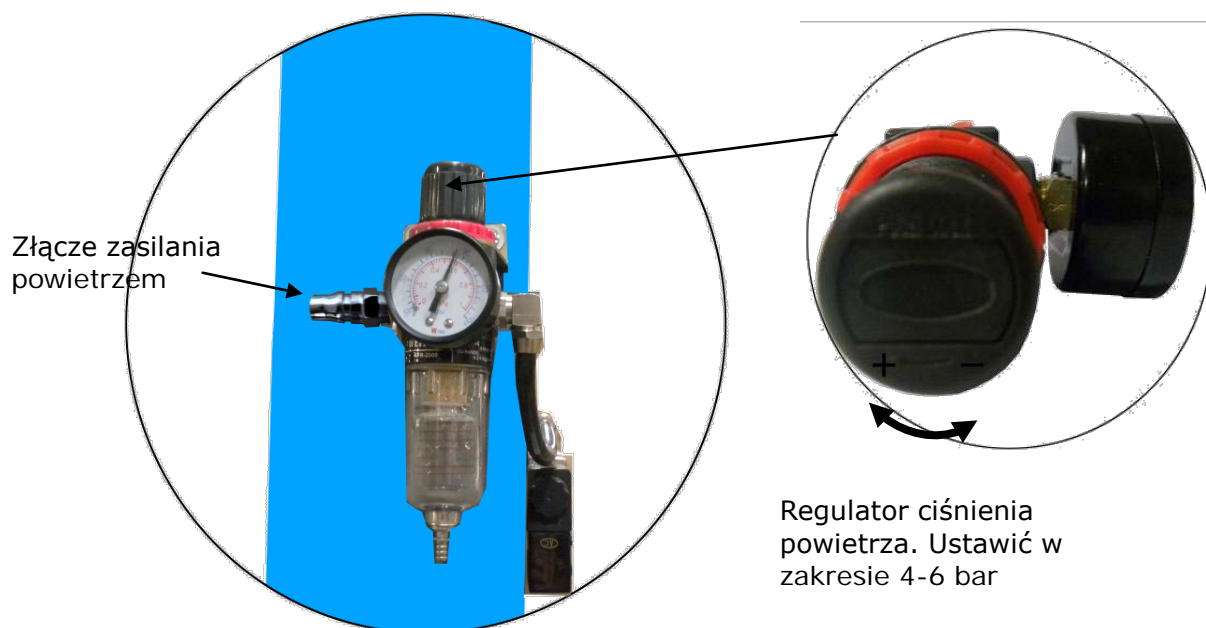

Fig. 29
4. Podłączyć przewód zasilania powietrzem (ciśnienie robocze 5 – 8 bar) (patrz Fig. 29).